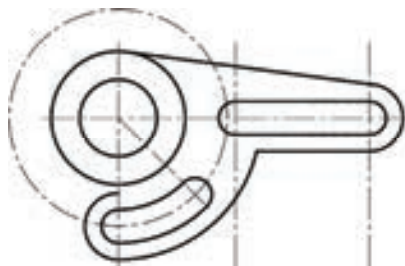

图 8-20 修剪结果
16) 修剪图形。执行“修改”→“修剪”菜单命令, 或者单击“修剪”按钮, 将图形修剪成图 8-20 所示效果。